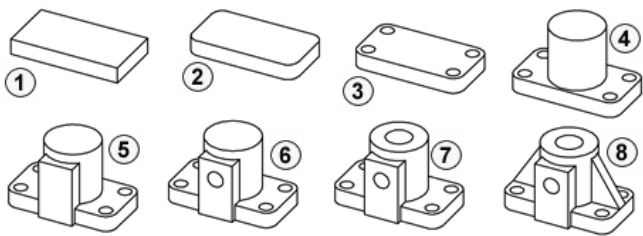

图 3-41 建模过程
将零件形体进行分解时，应该先叠加后切割、先外部后内部、先实心后空心。建模过程如图 3-41 中①~⑧所示。